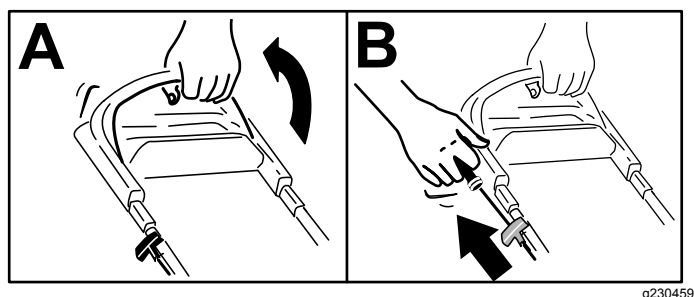

Рисунок 13
1. Удерживайте штангу управления ножом прижатой к рукоятке (вид А на Рисунок 13).
2. Без усилия потяните рукоятку механического стартера, пока не почувствуете сопротивление, затем резко потяните за нее и дайте ей медленно вернуться в направляющую шнура на рукоятке (вид В на Рисунок 13).